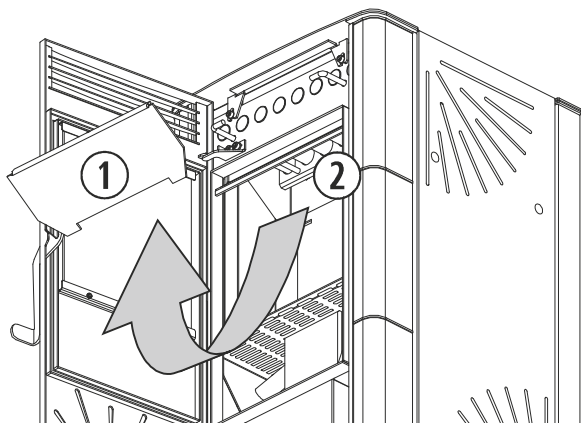
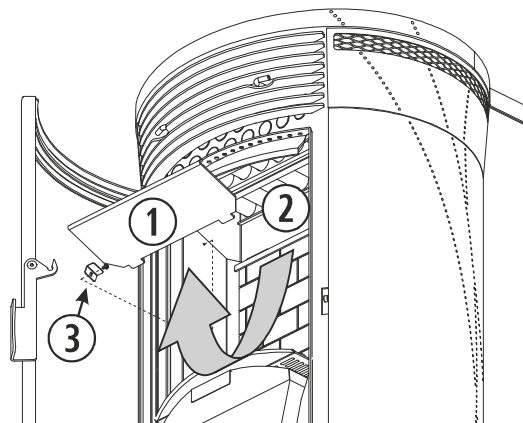

Figura 12
Figura 13
En los modelos Venus (figura 12) y Atenas (figura 13), se debe realizar una acción de limpieza a mayores sobre el intercambiador de calor (②), esta acción tendrá una frecuencia semanal. Para tener un mejor acceso al intercambiador y poder limpiarlo de forma exhaustiva, en el modelo Venus debemos empujar hacia arriba la placa superior del hogar (①), hasta desencajar las pestañas que la fijan a la placa central y tirar de ella. Al finalizar, colocamos de nuevo la placa superior asegurándonos que las patillas queden correctamente encajadas. En el modelo Atenas, la placa superior (①) se encuentra además fijada con una chapa y un tornillo (③) por cada lado, que debemos retirar, y repetir los pasos descritos para la Venus.